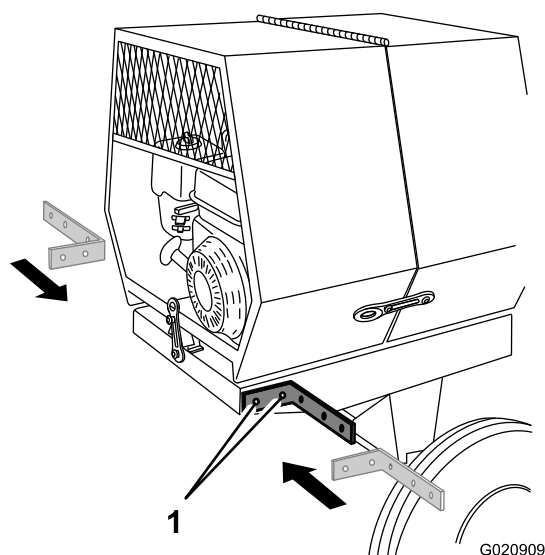

Figure 1
1. Alignez les trous de boulons d'un support sur ceux du longeron de cadre sous le capot (Figure 1).